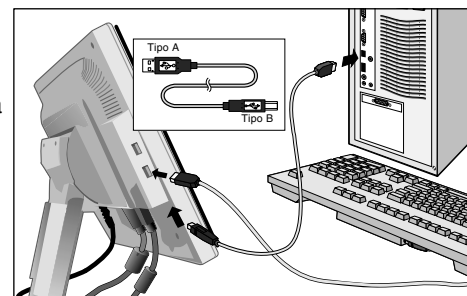
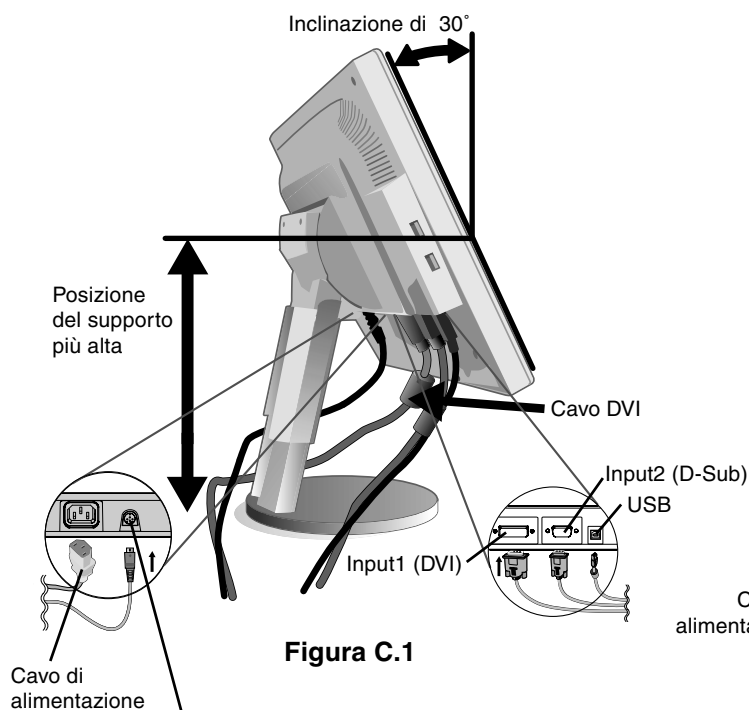

Figura B.2
Figura C.1
3. Appoggiare le mani su entrambi i lati del monitor per inclinare lo schermo LCD di 30° e alzarlo alla posizione più alta (**figura C.1**).
4. Collegare tutti i cavi ai connettori appropriati (**figura C.1**). Utilizzando il cavo USB, collegare il connettore tipo B alla porta upstream USB sul lato inferiore del monitor e il connettore tipo A alla porta downstream sul computer (**figura B.2**). Se è possibile utilizzare il cavo dal dispositivo USB, utilizzare una delle porte downstream sul lato del monitor.